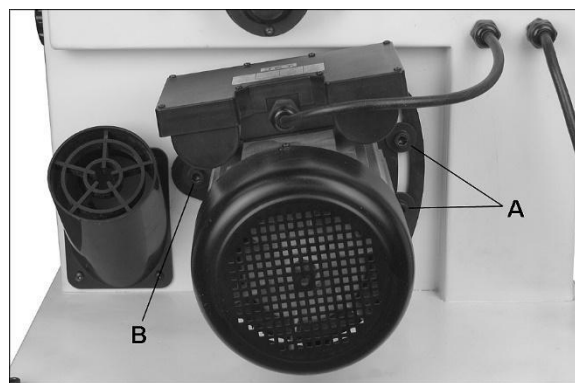

Рис.57
3. Ослабьте винты пластины двигателя (А, рис.57). При необходимости слегка ослабьте поворотный винт (В). Поднимите двигатель вверх, чтобы снять натяжение ремня, и затяните винты (А), удерживающие двигатель в поднятом положении.